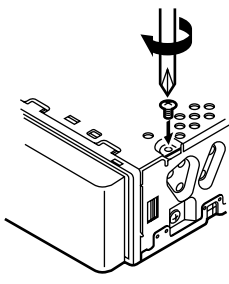

Figure 8 / 图 8 / 그림 8
- Install the remove screw to the source unit (Figure 8).
- 将卸下的螺丝安装到主机上(图8)。